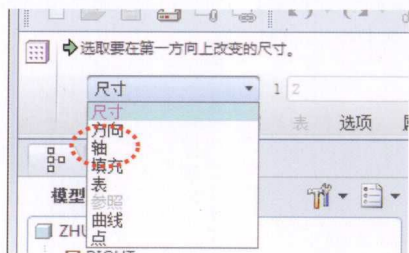

图1-16
(9) 在模型树窗口中单击选择刚刚新建的拉伸特征，然后单击工具栏中的“阵列”按钮。（特别提示：阵列等编辑特征工具一般都要先选择某个特征后才会激活彩色显示，在没有选择特征前都处于冻结的灰色状态。）进入“编辑设置”对话框后，将第一个阵列驱动方式设定为“轴”，如图1-16所示。